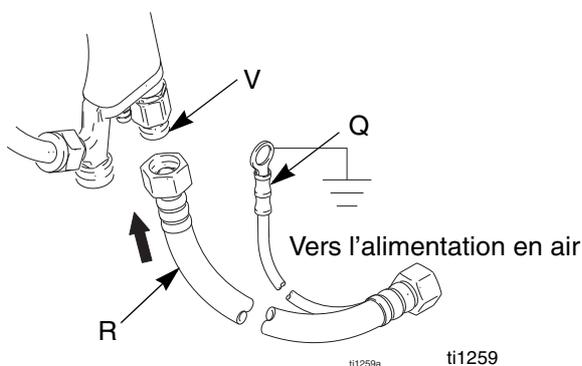

FIG. 2
1. Raccordez le flexible d'alimentation en air de Graco mis à la terre (R) entre la conduite d'alimentation en air et l'entrée d'air du pistolet (V) (FIG. 2). Le raccord d'entrée d'air du pistolet présente un filetage à gauche. Raccordez le fil de terre du flexible d'alimentation en air (Q) à une véritable prise de terre.